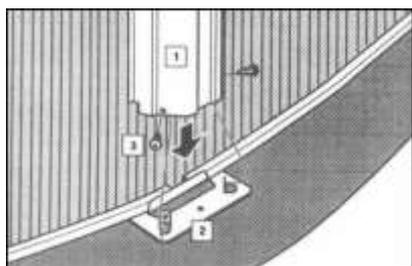

fig. 27
a. Alinee la parte inferior de uno de los perfiles verticales (VER) (1), con las dos pequeñas lengüetas de las placas base T1 (2). Las lengüetas deben quedar al interior del perfil vertical, fig. 27.
b. Alinee los orificios para colocar los tornillos TO2 (3), (ref. 550 - mod. 230Ø/350Ø/460Ø – ref. 551 - mod. 550Ø – ref. 552 - mod. 640Ø), a ambos lados del perfil vertical, asegurándose que se fijan en los agujeros de las lengüetas de la placa T1 (2), fig. 27. **MUY IMPORTANTE: NO ANCLAR LAS COLUMNAS AL SUELO CON TORNILLOS, NI CON ELEMENTOS DE SEJECCIÓN.** Se pierde la Garantía al anclar la piscina al suelo.